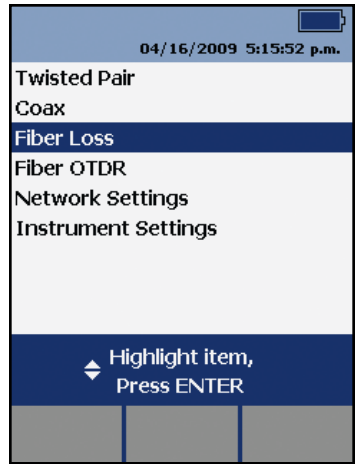
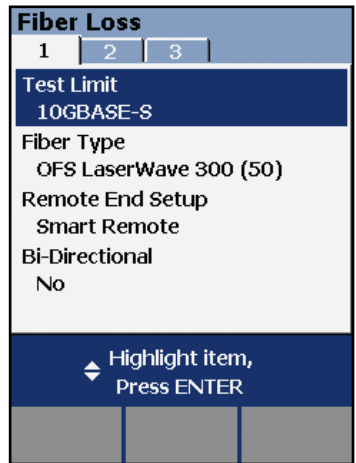

Figura 2a
Figura 2b
- b. Selecione 'Fiber Loss' na tela Setup, como mostrado na **Figura 2a**. Nessa tela de configuração, escolha a partir de um padrão no menu até selecionar os limites corretos: selecione a opção 'Test Limit' mostrada na Figura 2b. Observe que os limites de teste da fibra escolhido irá limitar as opções de limite do teste. Os tipos mais difundidos de fibra também foram incluídos no menu do instrumento.
Como exibido na **Figura 2b**, a mesma tela de configuração permite selecionar a opção 'Remote End Setup'. Ao utilizar o DTX Smart Remote com o módulo de teste de fibras, escolha 'Smart Remote' como fizemos neste exemplo. Em tal modo, o instrumento medirá automaticamente o comprimento do enlace sob teste. Por fim, essa tela oferece a opção de informar ao testador se é preciso testar o enlace sob teste nos dois sentidos. Em caso afirmativo, lembre-se de não desconectar o TRC (cordão de referência para testes) dos módulos de teste; troque sempre o TRC na conexão com o enlace sob teste.
Teste bidirecional. Caso queira testar a fibra nos dois sentidos, lembre-se de selecionar essa opção na tela de configuração (veja a Figura 2b). Quando o testador solicitar a conexão de teste no outro sentido, não esqueça de inverter o TRC na extremidade do enlace. **NÃO** remova os TRCs das conexões no testador.